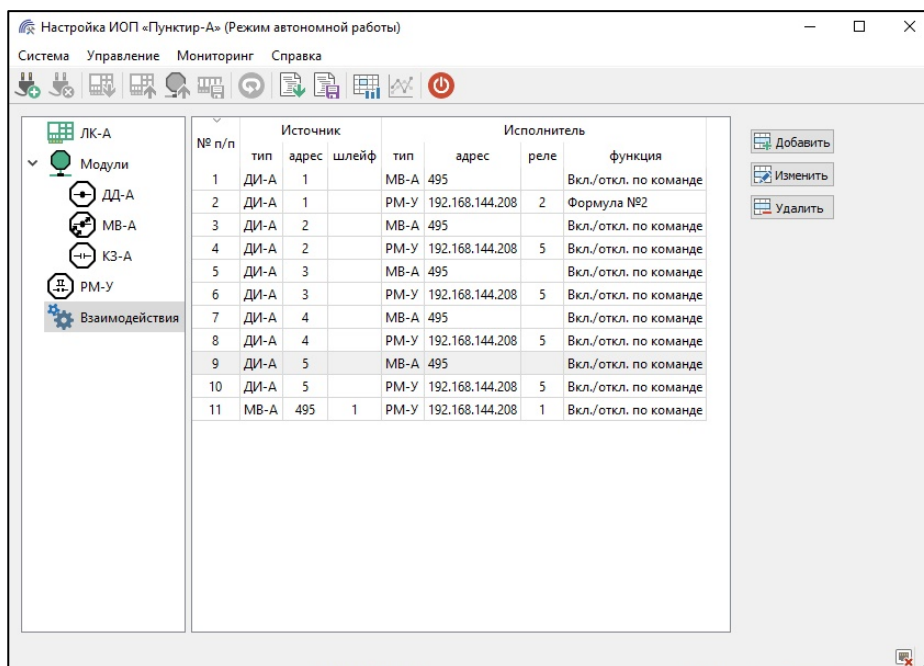

Рисунок 18. Окно ПН "Пунктир-А" раздел «Взаимодействия»
5.9.12 Установка параметров взаимодействия осуществляется в окне ПН "Пунктир-А" в разделе «Взаимодействия» (рисунок 18).